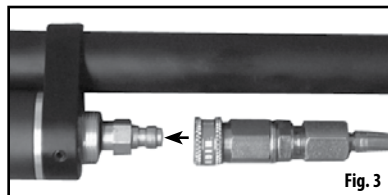

Fig. 3
- Enchufe el conector de desconexión rápida de su equipo de llenado a la boquilla de llenado del arma de aire (véase la Fig. 3)